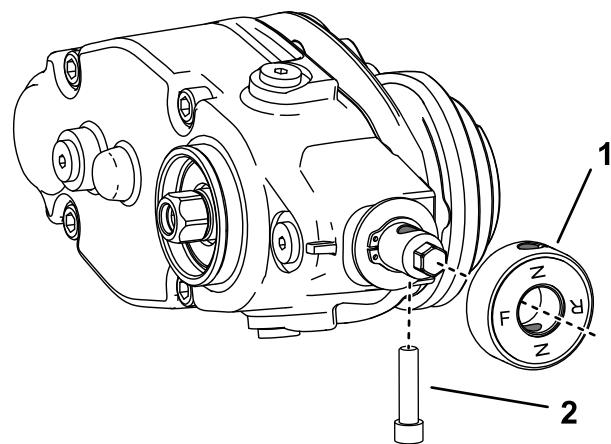

Figura 16
3. Si va a instalar el groomer en el lado izquierdo de la máquina, haga lo siguiente (Figura 16):
- B. Retire el pomo del embrague e inviértalo (Figura 16).